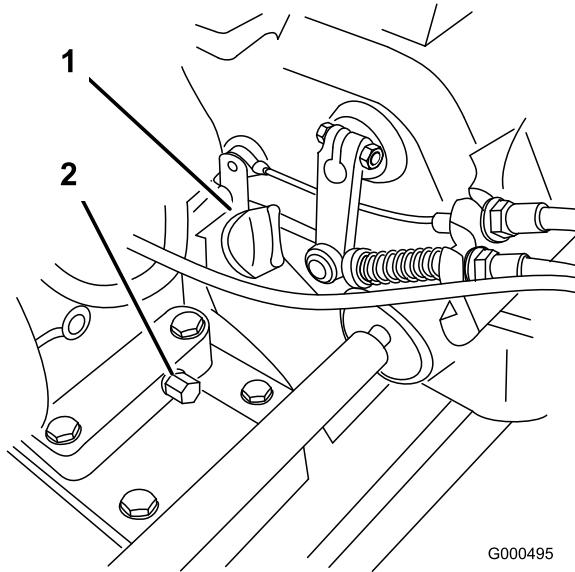

図 25
1. 移動走行用タイヤ（が取り付けられている場合には）これを外し、エンジンが水平になるようにしてオイル・ゲージの周囲をきれいに拭く（図 25）。
2. 機体下にあるドレン・プラグ（図 25）の下に廃油受けを置く。ドレン・プラグを抜く。